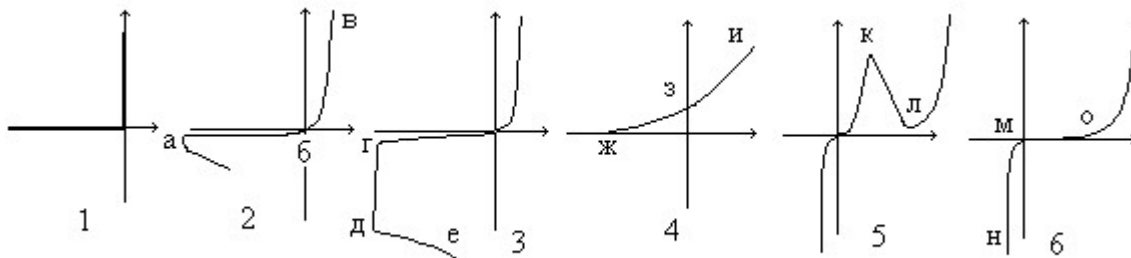

Рис.3.2.
1.1.31. Показать проводящий ток участок ВАХ обращенного диода (рис.3.2):